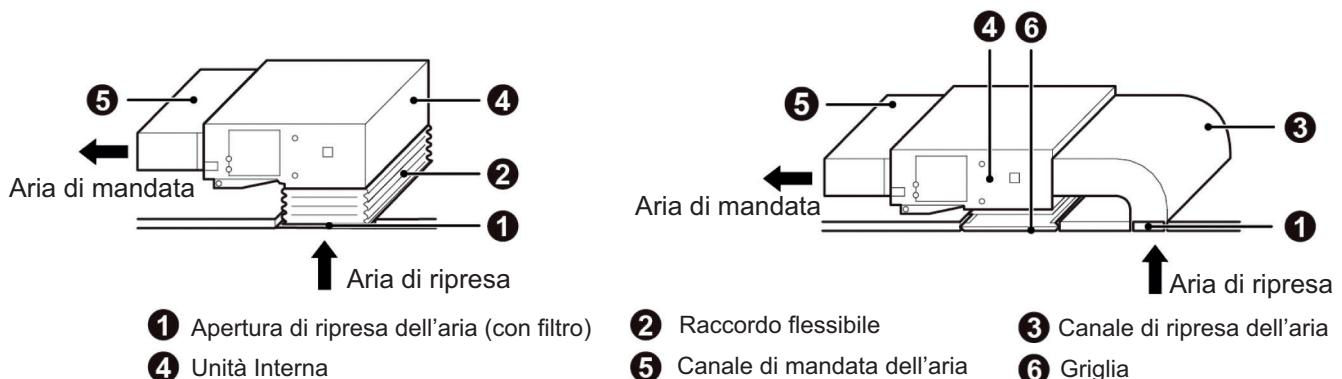

Fig. 4.4.5
- (2) Nel caso si desideri la ripresa dell'aria dal basso, è sufficiente scambiare la posizione della flangia rettangolare e della piastra di ripresa dell'aria.
- (3) Collegare un'estremità del canale di ripresa dell'aria alla bocchetta di aspirazione dell'Unità con rivetti, e l'altra estremità alla griglia di ripresa. Al fine di regolare liberamente l'altezza, è utile un raccordo flessibile, che può essere fissato con tiranti.
- (4) È probabile che nella modalità di ripresa dell'aria dal basso venga prodotto più rumore rispetto alla modalità di ripresa dell'aria posteriore, perciò è consigliabile l'installazione di un silenziatore e di un plenum di ripresa, per ridurre il rumore.
- (5) La procedura di installazione può essere scelta in considerazione delle condizioni dell'edificio e della manutenzione, come mostrato in Fig. 4.4.5.